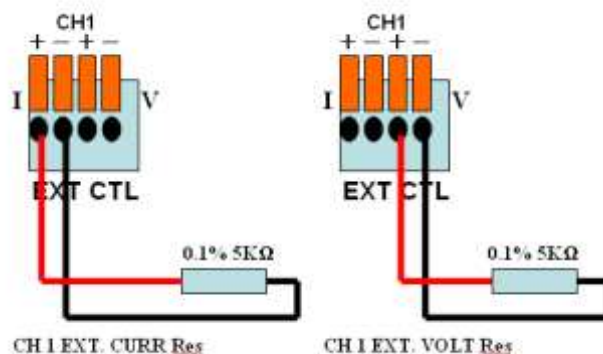

Figure 37- Montage de l'étalonnage de l'entrée analogique externe (courant à gauche, tension à droite)
5. Pour commencer l'étalonnage avec la résistance externe, enlevez la source d'alimentation continue et connectez la résistance précision pour contrôler la carte comme indiqué dans la figure 37 :